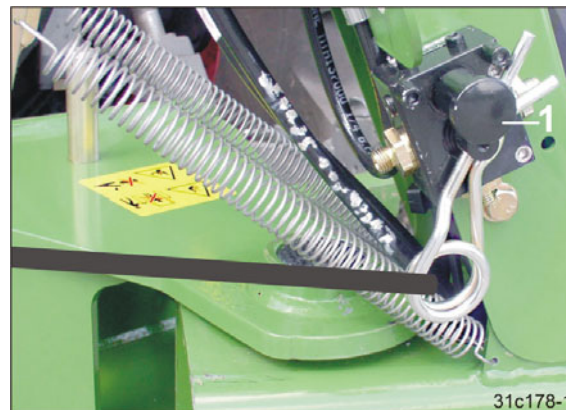

Рис. 138
- 3.1 Включите клапан (Рис. 138/1). Это необходимо для опорожнения гидроаккумулятора.